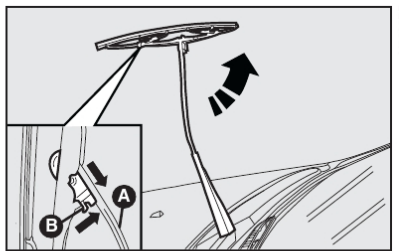

fig. 15
### Substituição das palhetas do limpador do para-brisa - fig. 15
2) Tirar a palheta acionando a trava **B**-fig. 15, conforme a seta, empurrando-a para baixo e desengatando-a do braço **A**-fig. 15;